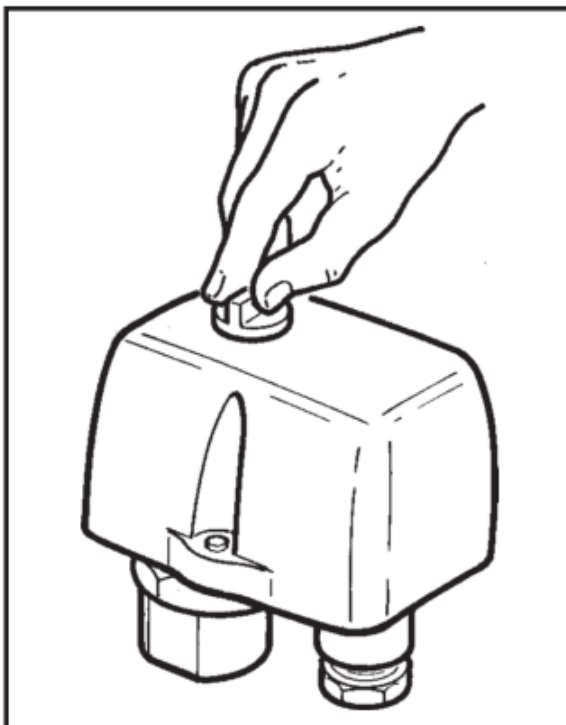

Abb. 2: Einschaltknopf auf dem Druckwächter
- ◆ Stellen Sie den Einschaltknopf auf dem Druckwächter auf "0" (Abb. 2:).